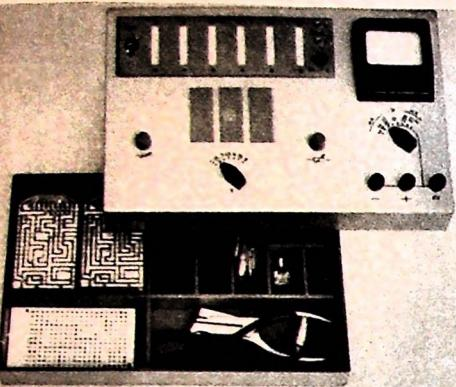

Bild 8. Elektronik-Baukasten „transpoly“
► Zum Service gehören gute Techniker. Gute Techniker müssen mühelos geschult und herangezogen werden. Für die Technikerlaufbahn sind Vorkenntnisse wichtig. Vorkenntnisse kann man eindrucksvoll durch Experimentieren gewinnen. Also experimentieren wir einmal. Das kann man vorzüglich mit einem neuen Elektronik-Baukasten, „transpoly“, den man in ersten Mustern im „Städtischen Kaufhaus“ auf dem Stand von VEB Werk für Bauelemente der Nachrichtentechnik Teltow sah. Er genügt tatsächlich hohen Ansprüchen. Die jeweilige Schaltung wird ohne zu löten und zu schrauben aufgebaut. Der Baukasten besteht aus einem pultähnlichen Oberteil (Bild 8). Oben links sind auf dem Pult sieben Steckerleisten und drei Buchsen angebracht. Das Pult enthält ferner einen Universalmeßgerät, ein Potentiometer, einen Drehkondensator, Meßbereichumschalter, einen Lautsprecher mit Übertrager und sechs Monozellen je 1,5 V. In Fächern in einem Behälter unter dem Pult sind untergebracht zwei gleiche Schaltplatten (mit